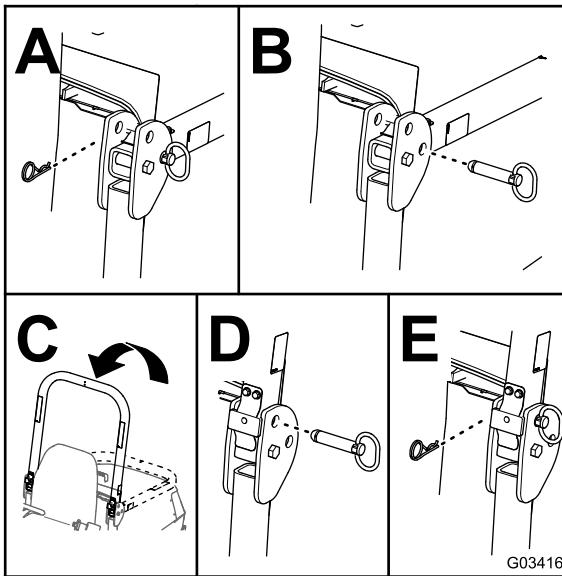

Figura 25
2. Remova os pernos de gancho e os pinos da barra de segurança (Figura 25).
3. Eleve a barra de segurança e prenda-a no sítio com os pinos e os pernos de gancho (Figura 25).